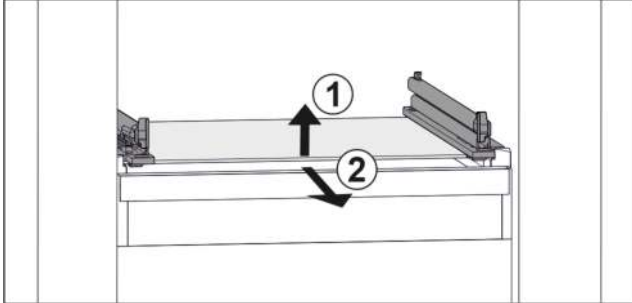

Fig. 153 Beispielhafte Darstellung der Glasplatte
- Glasplatte vorne anheben. Fig. 153 (1)
- Glasplatte nach vorne entnehmen. Fig. 153 (2)